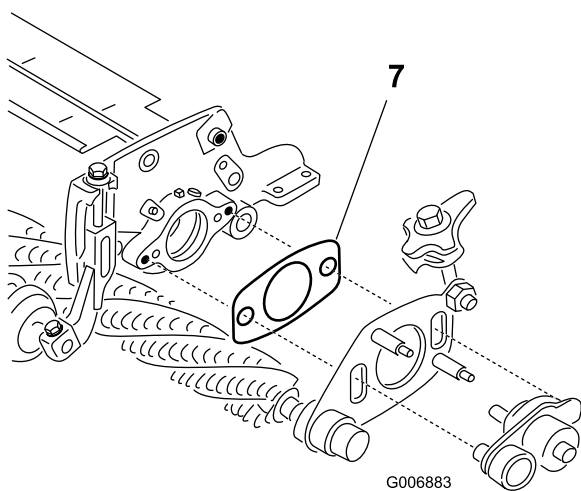

Figura 50
7. Asegúrese de que el suplemento (Figura 50) situado entre la placa de pivote del extremo de la transmisión y la chapa lateral de la unidad de corte no está aprisionado por el buje pivotante. El suplemento debe poder pivotar libremente